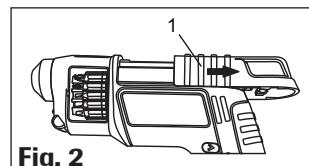

Fig. 2
1. Poussez le chariot (1) en arrière jusqu'à la butée perceptible. (Fig. 2)